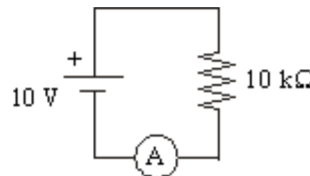

Figura 2
2. Medir la intensidad que circula por la resistencia (figura 2).